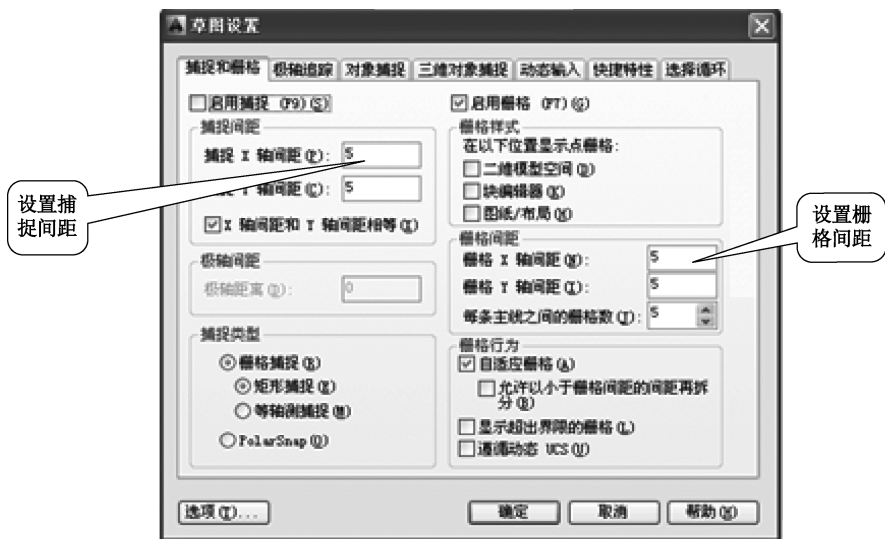

图 2-29 在“捕捉和栅格”选项卡中设置捕捉间距、栅格间距
(1) 在状态栏的“捕捉”按钮上右击, 在弹出的快捷菜单中选择“设置”选项, 打开如图 2-29 所示的“草图设置”对话框中的“捕捉和栅格”选项卡, 在“捕捉间距”“栅格间距”选项组下设置 X 轴和 Y 轴间距均为“5”, 单击“确定”按钮, 返回绘图区。
(1) 捕捉和栅格功能的打开或关闭。在绘图过程中，可以随时打开或关闭“捕捉”功能和“栅格”显示，常用方法如下。
① 状态栏：在状态栏上单击“捕捉”按钮和“栅格”按钮.
② 功能键：按 F7（栅格）键或 F9（捕捉）键。
③ 对话框：在状态栏上的“捕捉”按钮或“栅格”按钮上右击，在弹出的快捷菜单中选择“设置”选项，打开如图 2-29 所示的“草图设置”对话框中的“捕捉和栅格”选项卡，选中“启用捕捉”复选框和“启用栅格”复选框。
(2) 捕捉和栅格间距的设置。在图 2-29 所示对话框中的“捕捉间距”和“栅格间距”选项组中可以设置捕捉和栅格的间距。其余各选项简介如下。
① “捕捉类型”选项组：“矩形捕捉”是指捕捉方向与当前用户坐标系的 X 轴、Y 轴方向平行，为默认选项，用于画一般的平面图形。“等轴测捕捉”是等轴测方向捕捉，用于画等轴测图。“ PolarSnap (Q)”（即极轴捕捉）单选按钮用于设置沿“极轴追踪”方向的捕捉间距，并沿极轴方向捕捉。
② “栅格行为”选项组：用于设置“视觉样式”下栅格线的显示样式。系统默认选中“显示超出界限的栅格”复选框，即栅格显示范围可以超出图形界限范围；当取消选中该复选框时，栅格显示范围即为“LIMITS”命令指定的图形界限范围。本任务操作实例中，便采用了取消选中“显示超出界限的栅格”复选框。